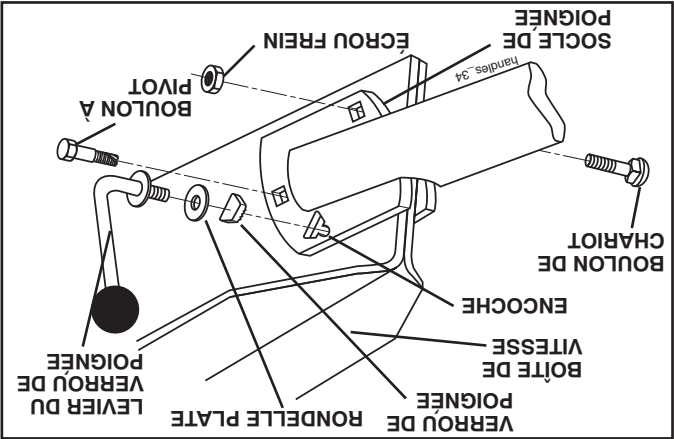

Fig. 5
- Pivotez vers en bas l'ensemble de la poignée. Insérez premièrement le boulon de chariot arrière, avec la tête du boulon sur le côté gauche de la motobineuse et montez lâchement l'écrou frein (Voir la Fig. 5).